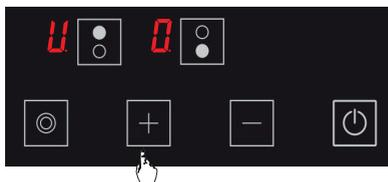

Rysunek 8
1.  Włączyć kuchenkę, naciskając przycisk. (Patrz rys. 8)